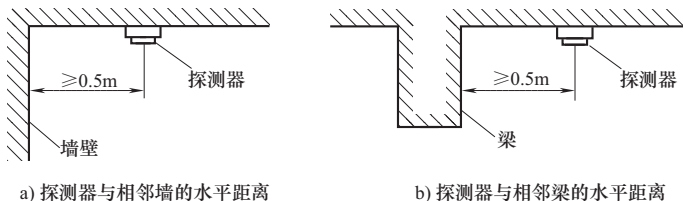

图 8-12 探测器与相邻墙、梁的允许最小距离示意图
(3) 探测器的安装位置与其相邻墙壁或梁之间的水平距离应不小于 0.5m，如图 8-12 所示，且探测器安装位置正下方和它周围 0.5m 范围内不应有遮挡物。